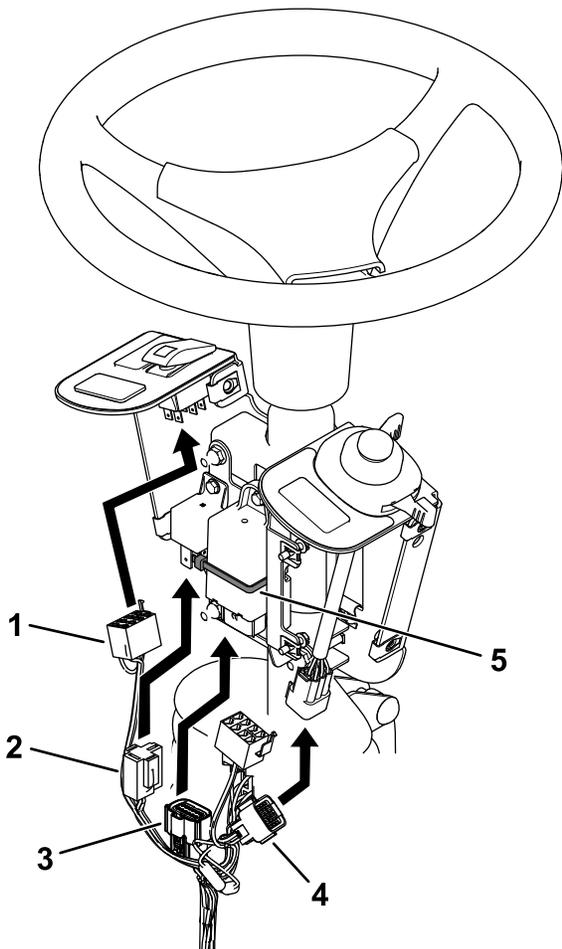

**Bild 6**
3. Montieren Sie den Kippschalter und die Lochblenden in die Schalterhalterung (Bild 6).